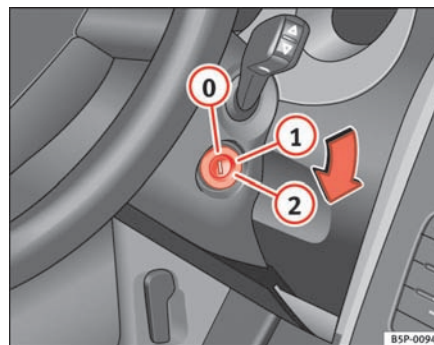

Fig. 139 Tændingsnøglen stillinger
I denne stilling ⇒ fig. 139 er tændingen afbrudt og motoren standset, og rattet kan låses.
- Drej tændingsnøglen til stilling ⇒ side 166, fig. 139 . Mens motoren forgløder, lyser kontrollampen .
- Drej tændingsnøglen til stilling ⇒ side 166, fig. 139 .